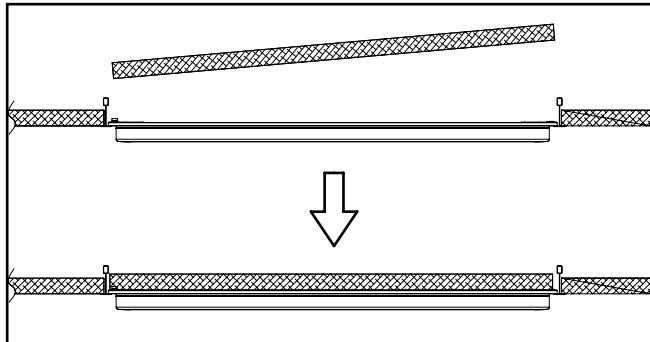

Figure 7.
8. Remettez les carreaux au-dessus du luminaire. Voir la figure 7. Percez ou encochez si nécessaire afin de s'assurer que la tuile pour plafond repose à plat.